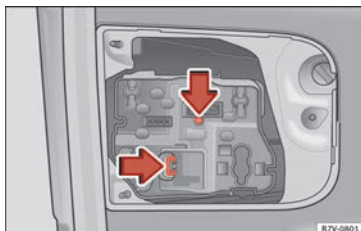

Fig. 218 En el portón trasero: retirar el portalámparas.
4. Presione las lengüetas de bloqueo en el sentido de la flecha » fig. 218 y extraiga el portalámparas.